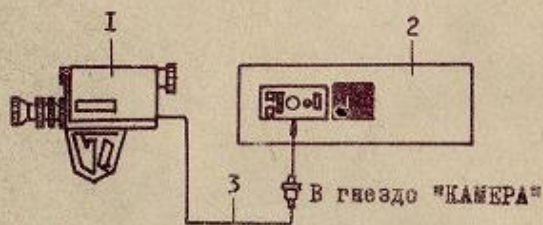

Рис.5. Схема соединения камеры с видеоманитофоном:
5.3. Запись видеокамерой "Электроника-видео" (рис.5).